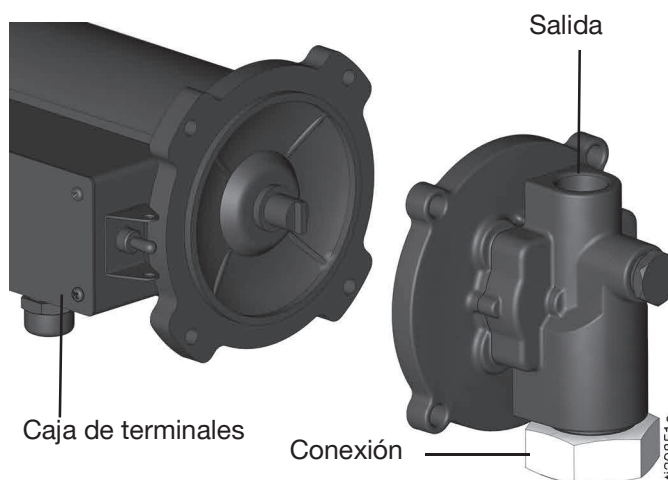

FIG. 15
6. El cuadro de terminales del motor debe estar situado entre la solda y la entrada de la bomba (FIG. 15).